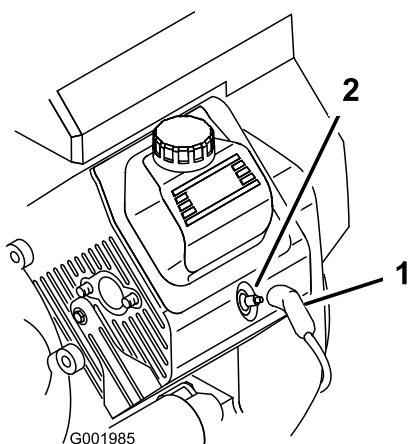

Figura 44
3. Staccate il cappellotto dalle candele (Figura 44).
- Collegate i cappellotti alle candele (Figura 44).